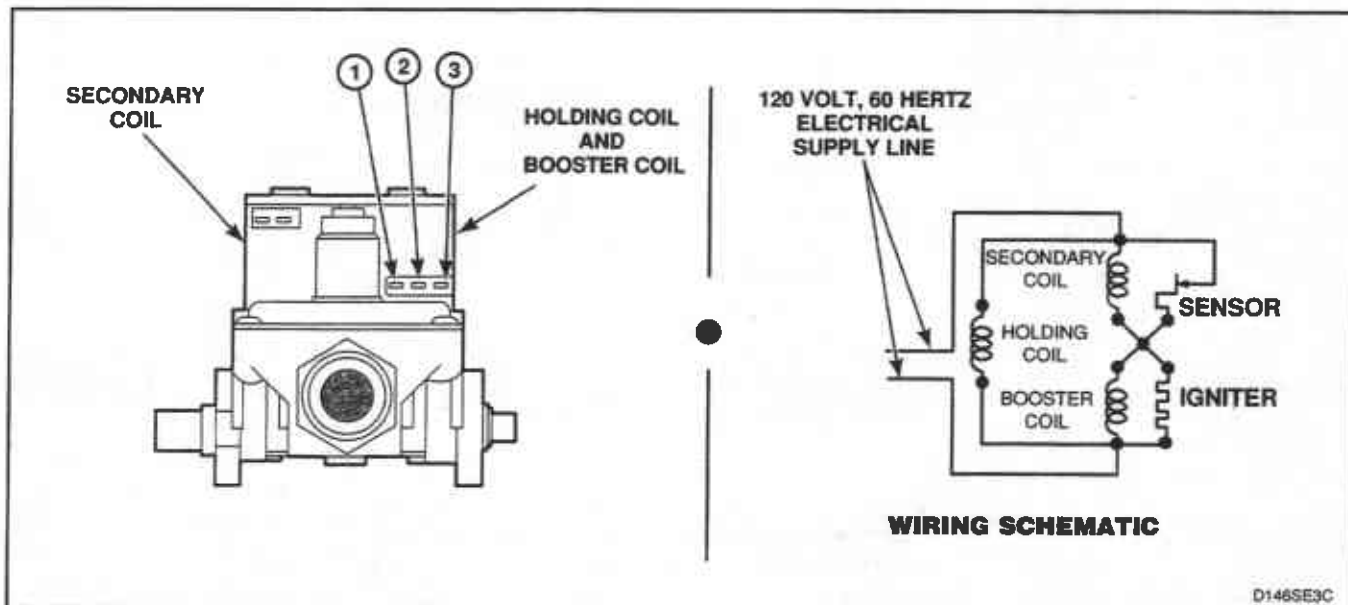

Figure 44
44. BURNER SYSTEM OPERATION (Figure 44)
IGNITION SYSTEM FEATURES (Figure 44)